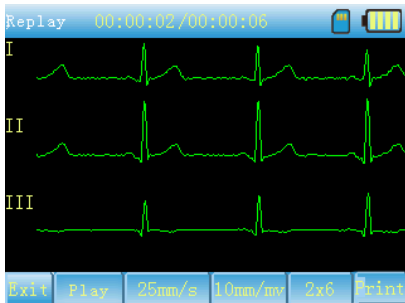

Fig. 13-8-4
- Stop** : Cliccare questo pulsante per richiamare le onde in modo statico, come mostrato in Fig.13-8-4.